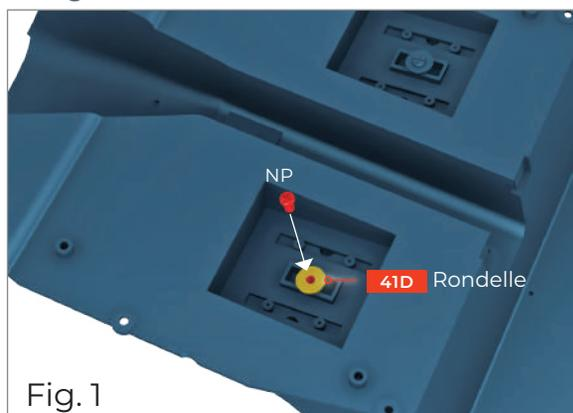

Fig. 1
■ Positionnez la coque droite **41A** dans la partie droite du dessous de caisse **36A**, en plaçant les cinq socles qui se trouvent sous le siège dans les trois glissières de la partie saillante du plancher. Retournez le module et positionnez la rondelle **41D** sur l'alésage de la glissière centrale. Insérez une vis **NP** dans l'alésage, à travers la rondelle, puis serrez-la jusqu'en butée avant de la desserrer d'un demi-tour (fig. 1).